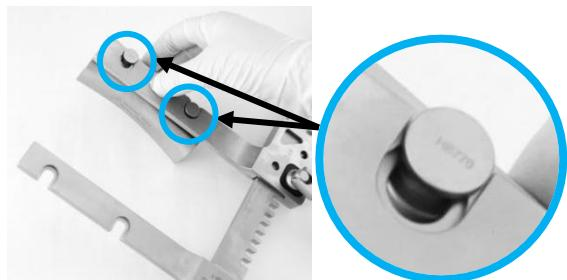
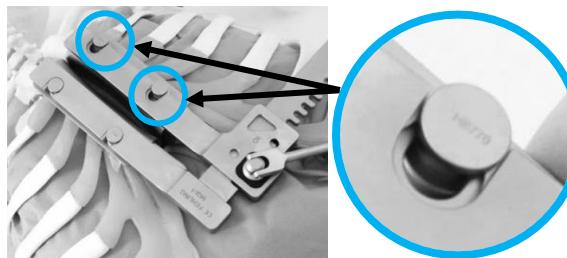

Abb. 2
Abb. 3
Nach Maßgabe von OP-Zweck und verfügbarem Montageraum können die Blätter entweder vor (Abb. 2) oder auch nach (Abb. 3) dem Einbringen in den Sternum-Sägespalt mit dem Spreizerrahmen verbunden werden.
- 1 Durch Einschieben der zylindrischen Zapfen in die beiden Bohrungen der Spreizerarme werden die Blätter zuerst mit dem Spreizerrahmen verbunden und anschließend in den Sägeschnitt eingefügt (Abb. 2).
- 2 Die Blätter werden zuerst in den Sägeschnitt eingesetzt. Anschließend die beiden Arme nacheinander in den Zwischenraum zwischen den Blattzapfen einsetzen und die jeweiligen Bohrungen der Arme über die Blattzapfen schieben. Dies kann wahlweise bei geschlossenem oder leicht geöffnetem Spreizerrahmen erfolgen (Abb. 3).